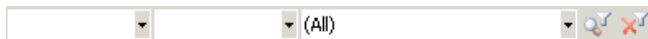

图 7.15 “Filter” 工具栏
8) “Filter”工具栏如图 7.15 所示, 该工具栏用于设置屏蔽选项, 在“Filter”工具栏中的编辑框中设置屏蔽条件后, 工作区将只显示满足用户设置的图元对象, 该功能为用户查看 PCB 板的布线情况提供了极大的帮助, 尤其是在布线较密的情况下, 使用“Filter”工具栏能让用户更加清楚地检查某一特定的电器通路的连接情况。